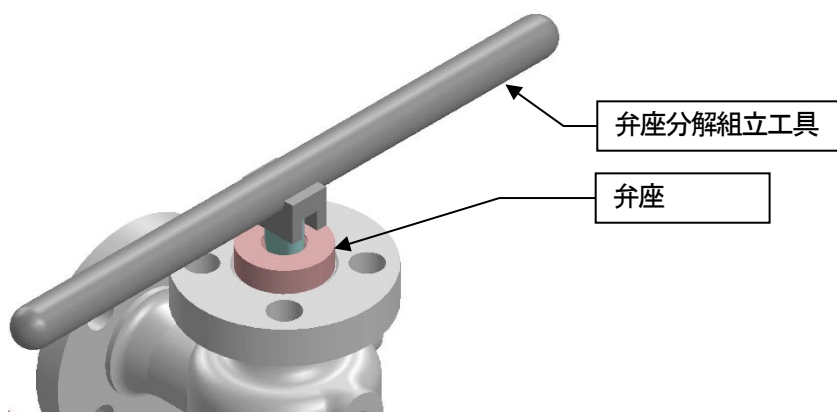

図13 弁座の取り外し
(11) 加減輪を弁座から外す。
(12) 弁座はできる限り分解しないでボディに取付けたままで、メンテナンスを実施して下さい。もし取り外す必要があるときは、図13の様な弁座取り外し工具(別売り)を使用する。